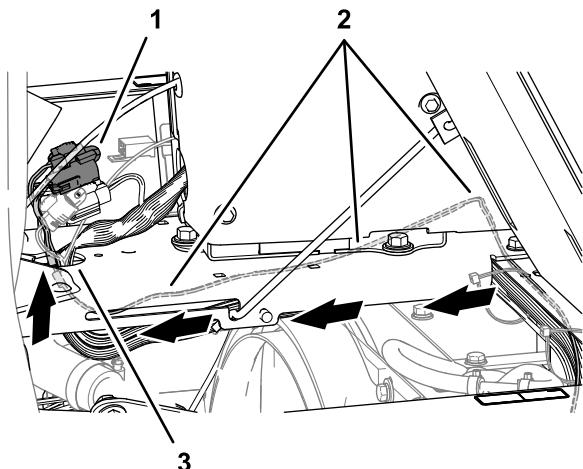

Рисунок 175
7. Проложите жгут проводов шины ISO-CAN под основанием консоли и вдоль жгута проводов машины (Рисунок 175).
8. Проложите 3-штыревой разъем (с маркировкой To TORO CANBUS (К шине TORO CANBUS)) и 3-гнездовой разъем (с маркировкой CAN PORT A (CAN-порт A)) жгута проводов шины ISO-CAN через отверстие в основании консоли (Рисунок 175).